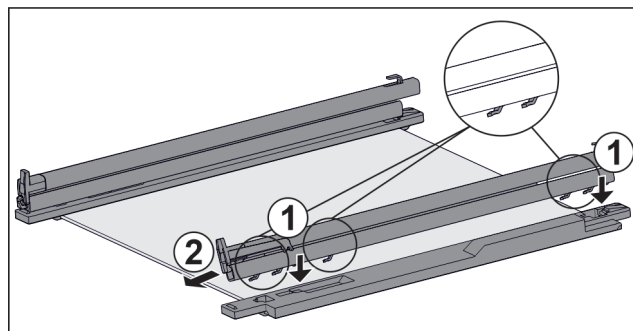

Fig. 138 Стекла́нная пласти́на с напра́вляющими и крепе́жными эле́ментами
- Поместите крючки направляющей в отверстия **левого** крепежного элемента. Fig. 138 (1)
- Потяните направляющую вперед. Fig. 138 (2)
- Поместите крючки направляющей в отверстия **правого** крепежного элемента. Fig. 138 (1)